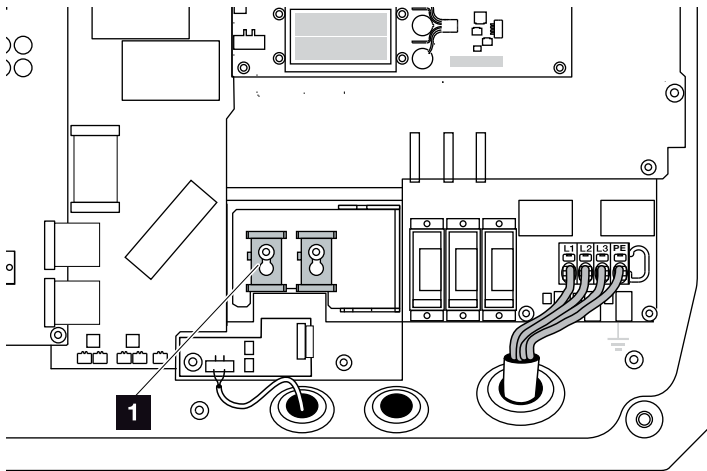

Fig. 28: Soporte de la protección contra sobretensión LAN
1. Montar los soportes suministrados para la protección contra sobretensión LAN en la placa de soporte (5 Nm) **Fig. 28, pos. 1.**